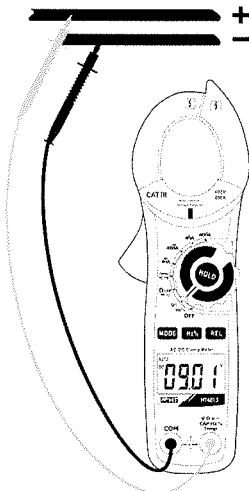

Fig. 2: Uso della pinza in misura di Tensione DC
2. Inserire il cavo rosso nel terminale di ingresso $V_{\Omega}Hz\%$ e il cavo nero nel terminale di ingresso COM (Fig. 2)